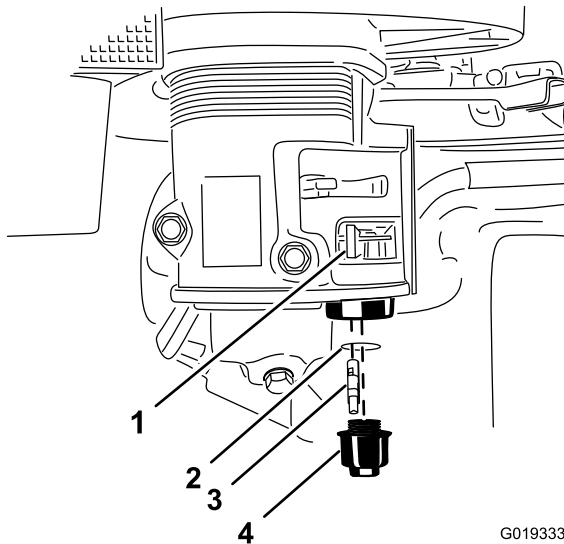

Figure 43
- Tournez le robinet d'arrivée de carburant complètement à gauche en position fermée (Figure 43).
- Dévissez la cuvette de décantation. Déposez le filtre à carburant et le joint torique (Figure 43).
- Posez le filtre à carburant au fond du carburateur (Figure 43).